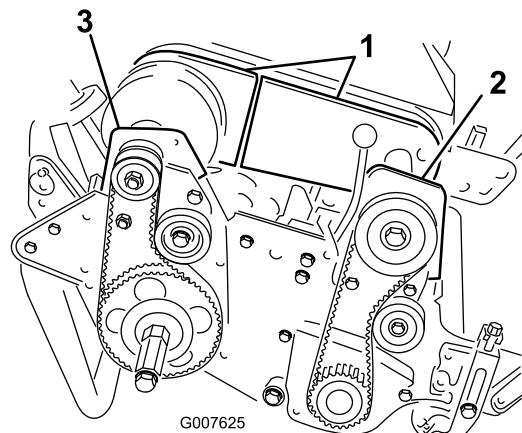

Figure 35
- Retirez les vis de fixation des sections avant et arrière du couvercle du différentiel sur le boîtier du différentiel et enlevez les sections pour exposer la courroie (Figure 35).
6. Retirez les 2 boulons et contre-écrous de fixation du carter d'embrayage avant à la plaque latérale (Figure 35).
8. Retirez les 2 boulons et contre-écrous de fixation du logement de roulement arrière droit à la plaque latérale (Figure 35).